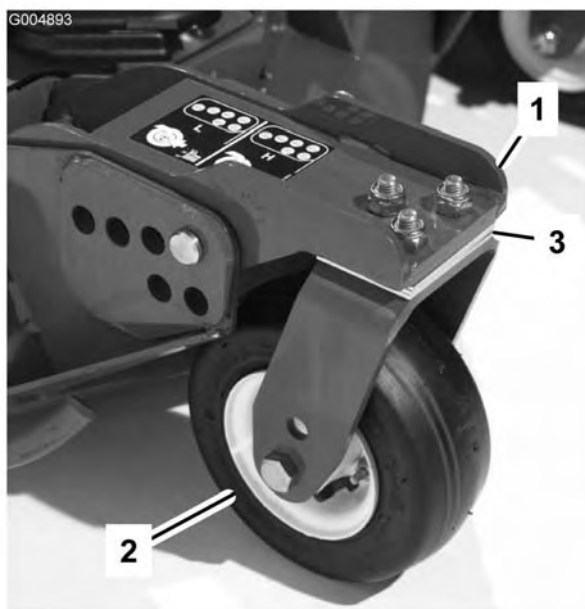

Figura 83
1. Togliete le viti a testa cilindrica e i dadi che fissano il braccio della ruota orientabile alla forcella (Figura 83).